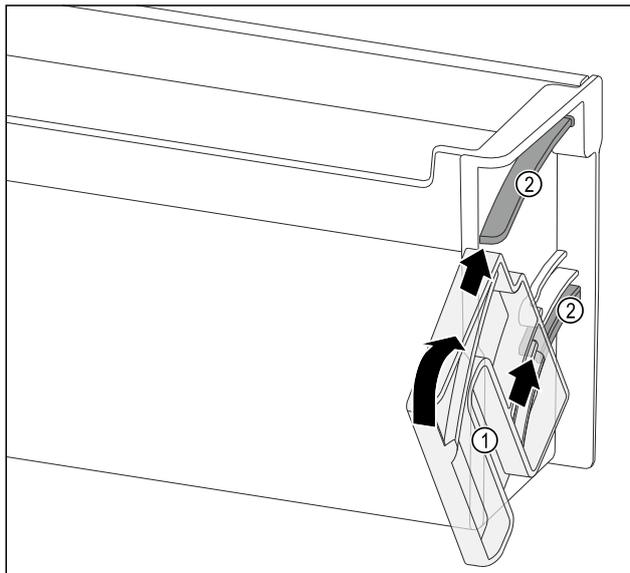

Fig. 100
- ▶ Dreheinheit Fig. 100 (1) so positionieren, dass die Aussparungen genau gegenüber den Führungskanälen Fig. 100 (2) des Türabstellers liegen.
- ▶ Dreheinheit Fig. 100 (1) in die angegebene Richtung drehen.